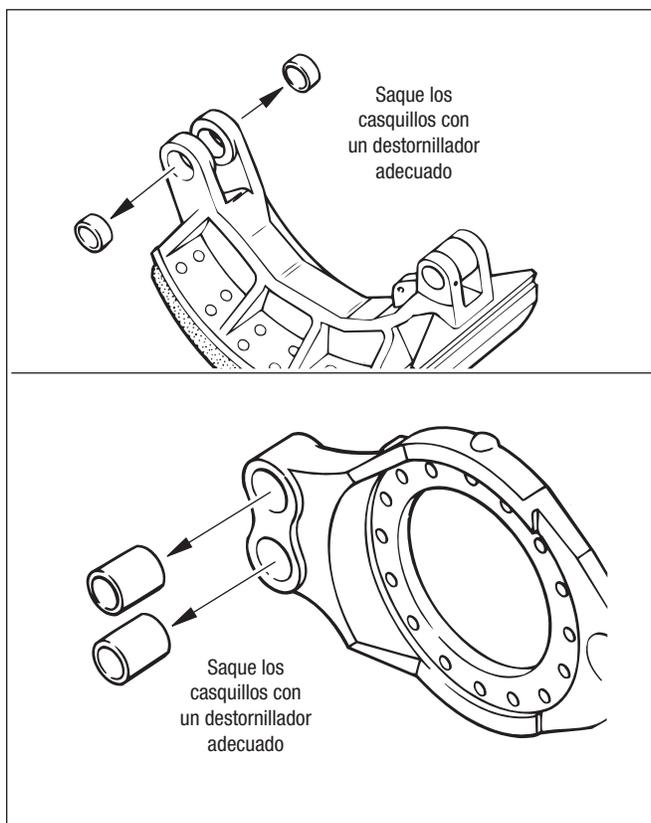

Figura 27 – Desmontaje de casquillo de pasador de anclaje
8. Saque los casquillos viejos del pasador de anclaje de la zapata y la araña del freno con un destornillador adecuado. Consulte la figura 27.